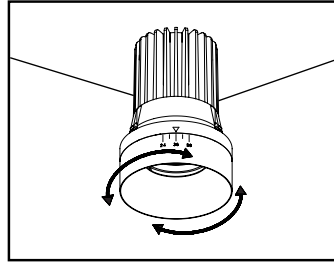

Figure 6
6. Adjust the appropriate color temperature and beam angle and push in the LED module into the hole of mud-in frame. Before push-in, ensure the snap buckles are opened. (see fig. 6 and 7)
6. Réglez la température de couleur et l'angle de rayonnement appropriés et insérez le module DEL dans le trou du cadre d'encastrement. (voir fig. 6 et 7)